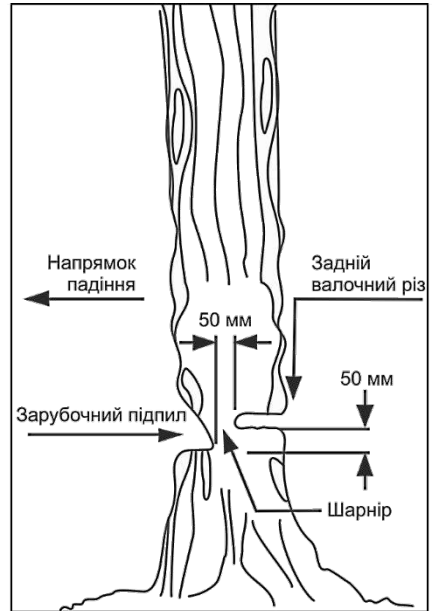

Рисунок 8
4.7.2 Зарубочний підпил (рисунок 8)
4.7.3 Задній валочний різ (рисунок 8)